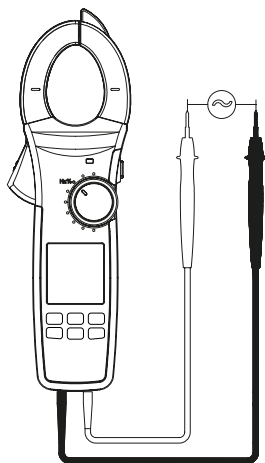

Рис. 8 Измерение частоты/коэффициента заполнения
7.9 Измерение частоты/коэффициента заполнения (рис. 8)